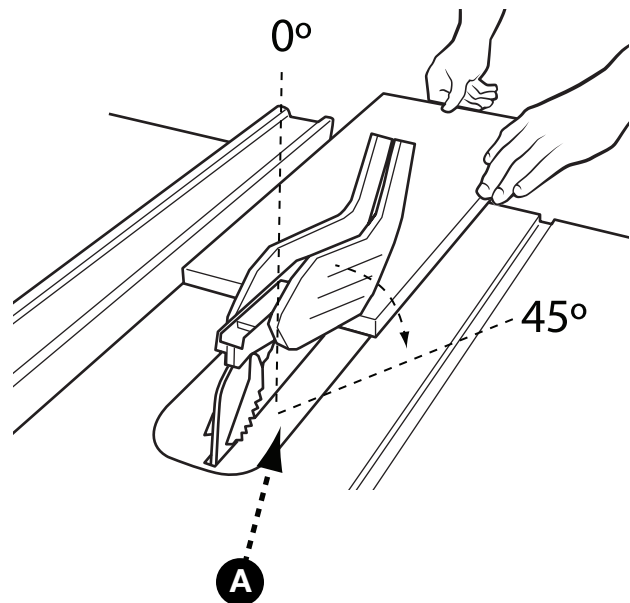

FIGURE 21
Les coupes longitudinales en biseau sont pareilles aux coupes longitudinales sauf que l'angle de biseau (A) est réglé à un angle autre que 0° . Lors des coupes longitudinales en biseau, placez le guide sur le côté droit de la lame afin qu'elle soit inclinée de l'autre côté du guide et des mains (figure 21).